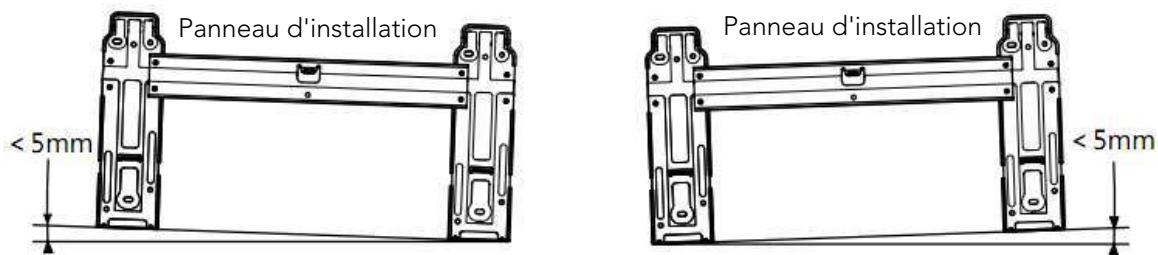

Fig 4
- Retirez la plaque d' installation métallique de l' unité intérieure. Réglez la plaque d' installation en position horizontale. La différence de hauteur entre les côtés gauche et droit de la plaque d' installation doit être inférieure à 5 mm. (Fig.4)